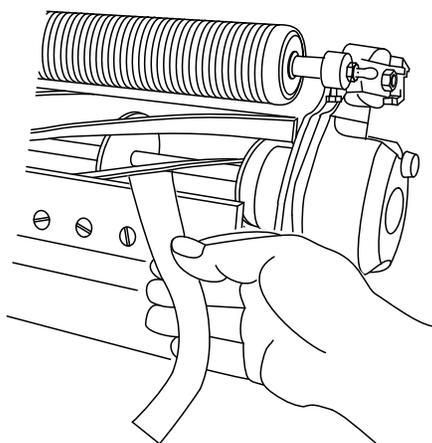

Bild 5
B. Führen Sie einen langen Streifen des Schneidleistungspapiers senkrecht zum Untermesser (**Bild 5**) zwischen die Spindel und das Untermesser ein, drehen Sie die Spindel dann **langsam** nach vorne. Sie sollte das Papier zerschneiden. Wiederholen Sie ansonsten die Schritte **A** und **B**, bis das Papier zerschnitten wird.
11. Führen Sie einen langen Streifen des Schneidleistungspapiers senkrecht zum Untermesser (Bild 5) zwischen die Spindel und das Untermesser ein, drehen Sie die Spindel dann **langsam** nach vorne. Sie sollte das Papier zerschneiden. Drehen Sie sonst jede Einstellschraube des Untermessers um einen Klick nach rechts und wiederholen Sie diesen Schritt, bis das Papier zerschnitten wird.